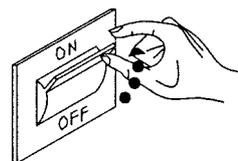

Fig. 4.1
- poner el interruptor general de la instalación en "encendido" (fig. 4.1)